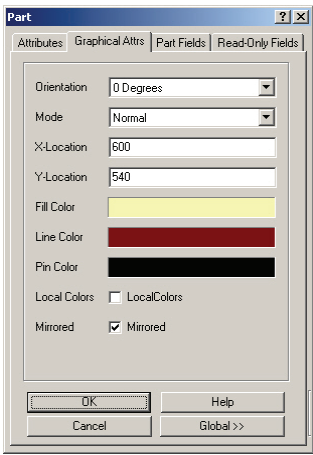

图 2-30 “Graphical Attrs” 选项卡
2) “Graphical Attrs” 选项卡：设置元器件的图形属性，如图 2-30 所示，共有 9 项设置，分别是“Orientation（元器件方向）”“Mode（元器件模式）”“X-Location”“Y-Location”“Fill Color（元器件填充颜色）”“Line Color（元器件外框颜色）”“Pin Color（元器件引脚颜色）”“Local Colors（指定颜色有效）”和“Mirrored（元器件镜像）”。